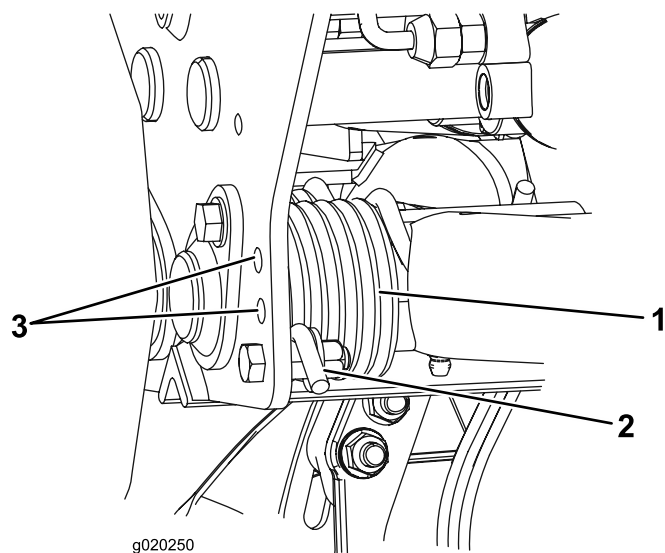

図 33
- 調整作業の最中に、スプリングのテンションが掛からないようにするため、スプリングの長い方の端にパイプなどを通してスプリングの力を殺しておく（図 33）。
- スプリングのテンションをなくしたら、スプリングアクチュエータを固定しているボルトとロックナットを外す（図 33）。